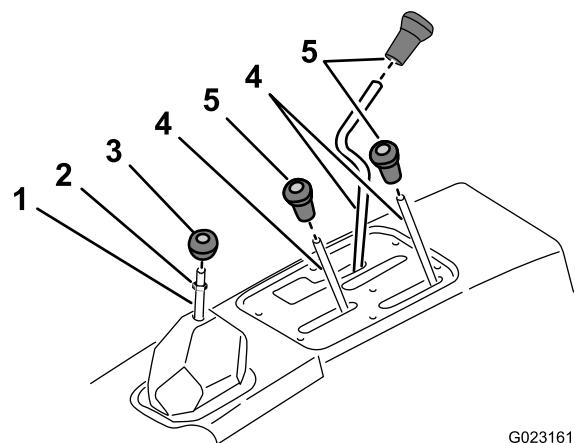

図 2
1. コンソールレバーとギアシフトについているノブを全部外す図2。
2. ギアシフトレバーからジャムナットを外す図2。